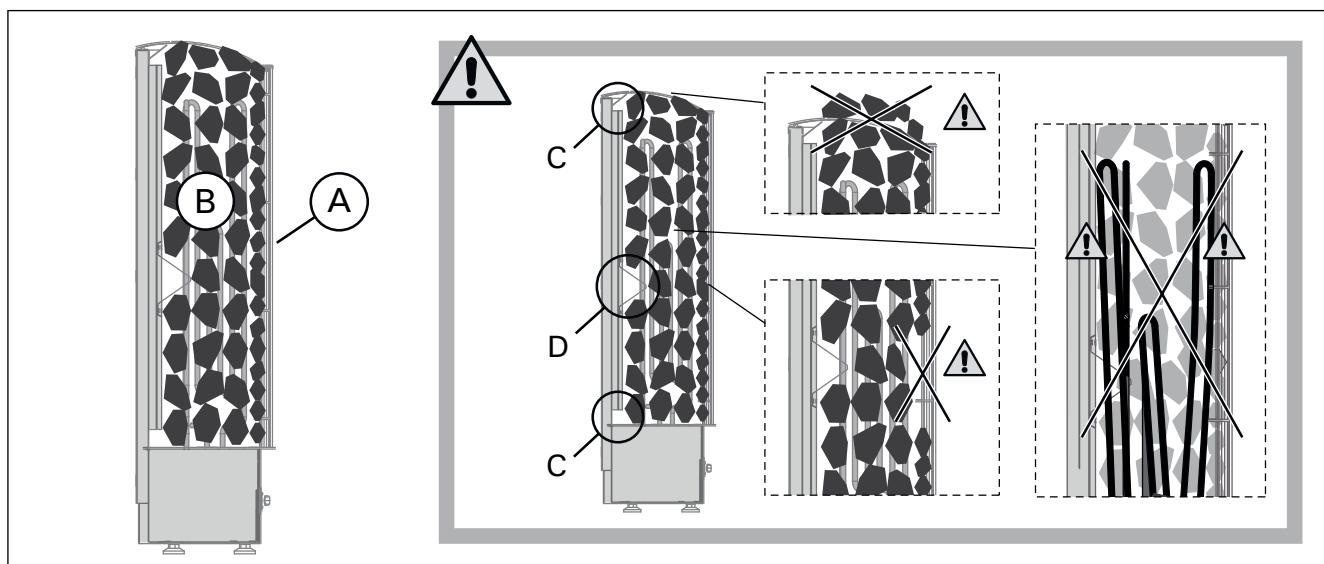

Рисунок 1. Укладка камней
| 1.1. Укладка камней (рис. 1)..... | 3 |
1.1. Укладка камней (рис. 1)
- Рис. 1, C: Не перекрывайте верхний и нижний концы воздуховода.
- Рис. 1, D: Не кладите камни внутрь скобы.